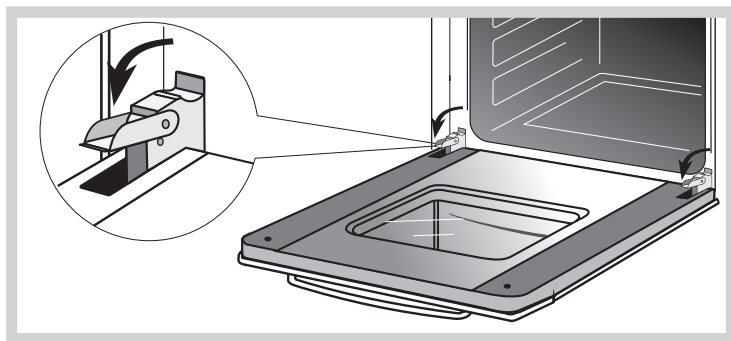

Рис. 32
- поднимите и поверните до упора рычаги, расположенные на двух шарнирах (рис. 32),